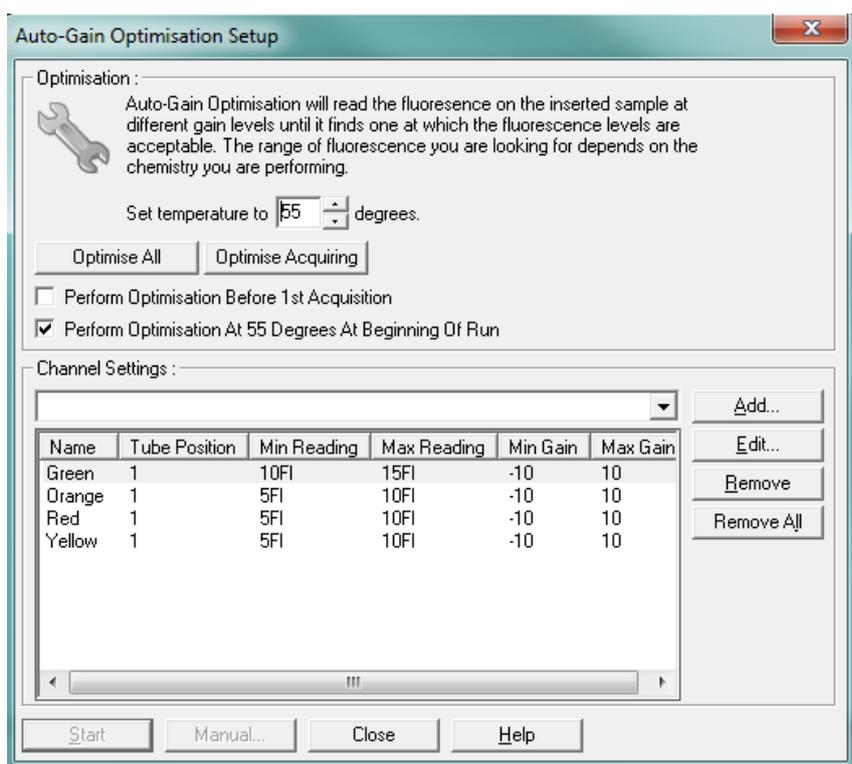

Figura 4. Configuração de otimização de ganho no *software* Rotor-Gene. Exemplo da tela de otimização de ganho durante a amplificação.
4. Selecione 'Posição do tubo', selecione os quatro canais e selecione 5 a 10 FI (intensidade de fluorescência mínima e máxima) e -10 a 10 para uma faixa de ganho aceitável (mínima e máxima). Use 10 a 15 FI para o canal verde. Um exemplo é fornecido na figura 4;